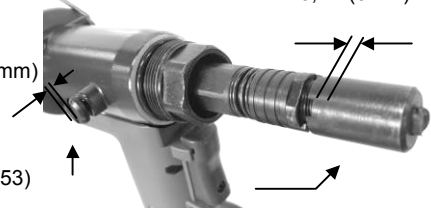

Fig. 4
8. Sujetar la herramienta invertida otra vez y verter aceite hidráulico en la Camisa Inferior (61) hasta el nivel del anillo de apoyo (pieza blanca) (21). (Fig. 4)